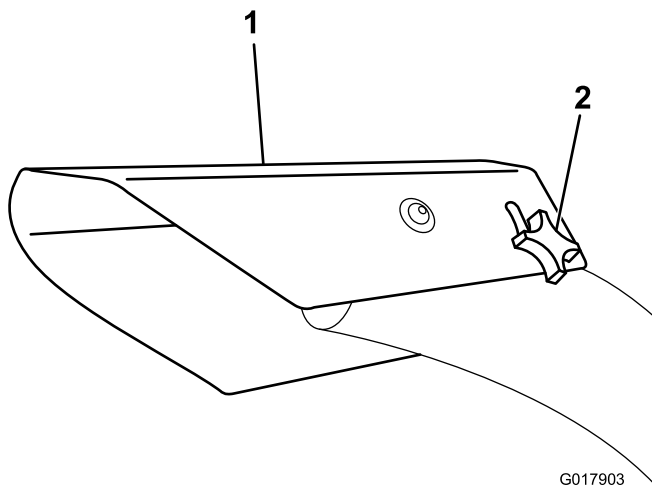

Figure 11
1. Desserrez le bouton du déflecteur et tournez la goulotte à la position voulue (Figure 11).